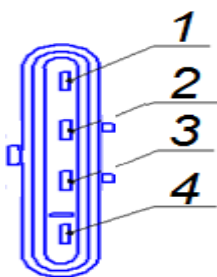

Рис. 2
3.1. Принцип работы УКУТБ основан на измерении величины электрической емкости датчика уровня, состоящего из центрального металлического стержня, расположенного внутри металлической трубы. Структурная схема УКУТБ представлена на Рис.1. Датчик уровня, установленный в бак, это электрический конденсатор, емкость которого изменяется пропорционально уровню топлива в баке. Датчик подключен к микроконтроллеру, который в соответствии с загруженной в него программой производит цифровое преобразование емкости в напряжение (ток) на аналоговых выходах. Габаритные и установочные размеры УКУТБ, а также назначение выводов вилки штекерного разъема ХР1 указаны на Рис.2.